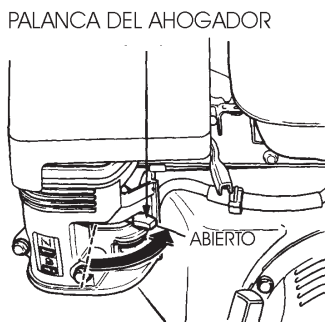

Figura 14. Palanca de ahogamiento del motor ("Open" Abierto)
3. Coloque la *palanca de ahogamiento* (Figura 14) en la posición "**OPEN**" (**ABIERTO**) si arranca el motor en **frío**.